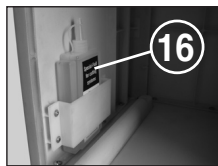

Fig. 6
Trekk ut beholder (14), ta oljeholder (16) (fig. 6) ut av festet i husets underdel og skyv beholderen inn igjen. Påfør et ark papir litt olje og tilfør dette det skjæreverket gjennom innmatingstrakten for papiret (12). Papiret trekkes inn og oljen kommer så i skjæreverket.